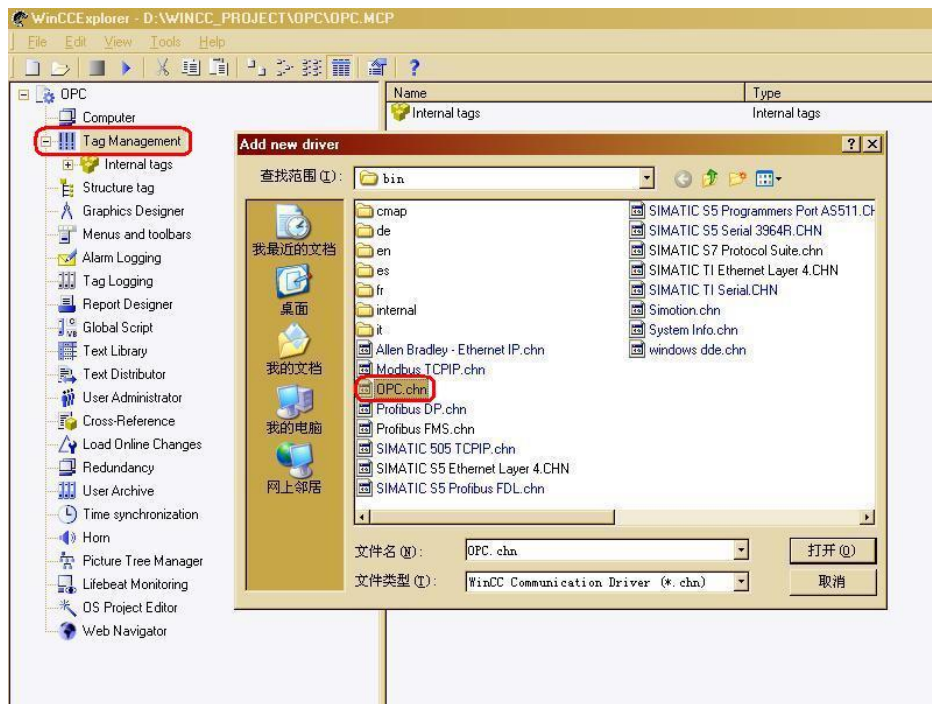

图 11
(C) 打开 WinCC，在变量管理器中添加 OPC 通道，如图 11 所示。